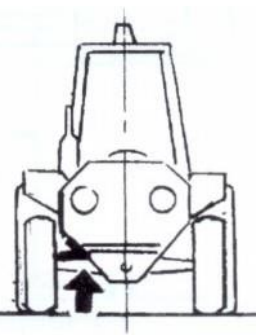

РИС. 23
- Только в крайних случаях и только при работе заблокируйте шарнир передней оси, установив распорку между шасси и передней осью (см. Рисунок 23). Мы рекомендуем обратиться в наш технический отдел.